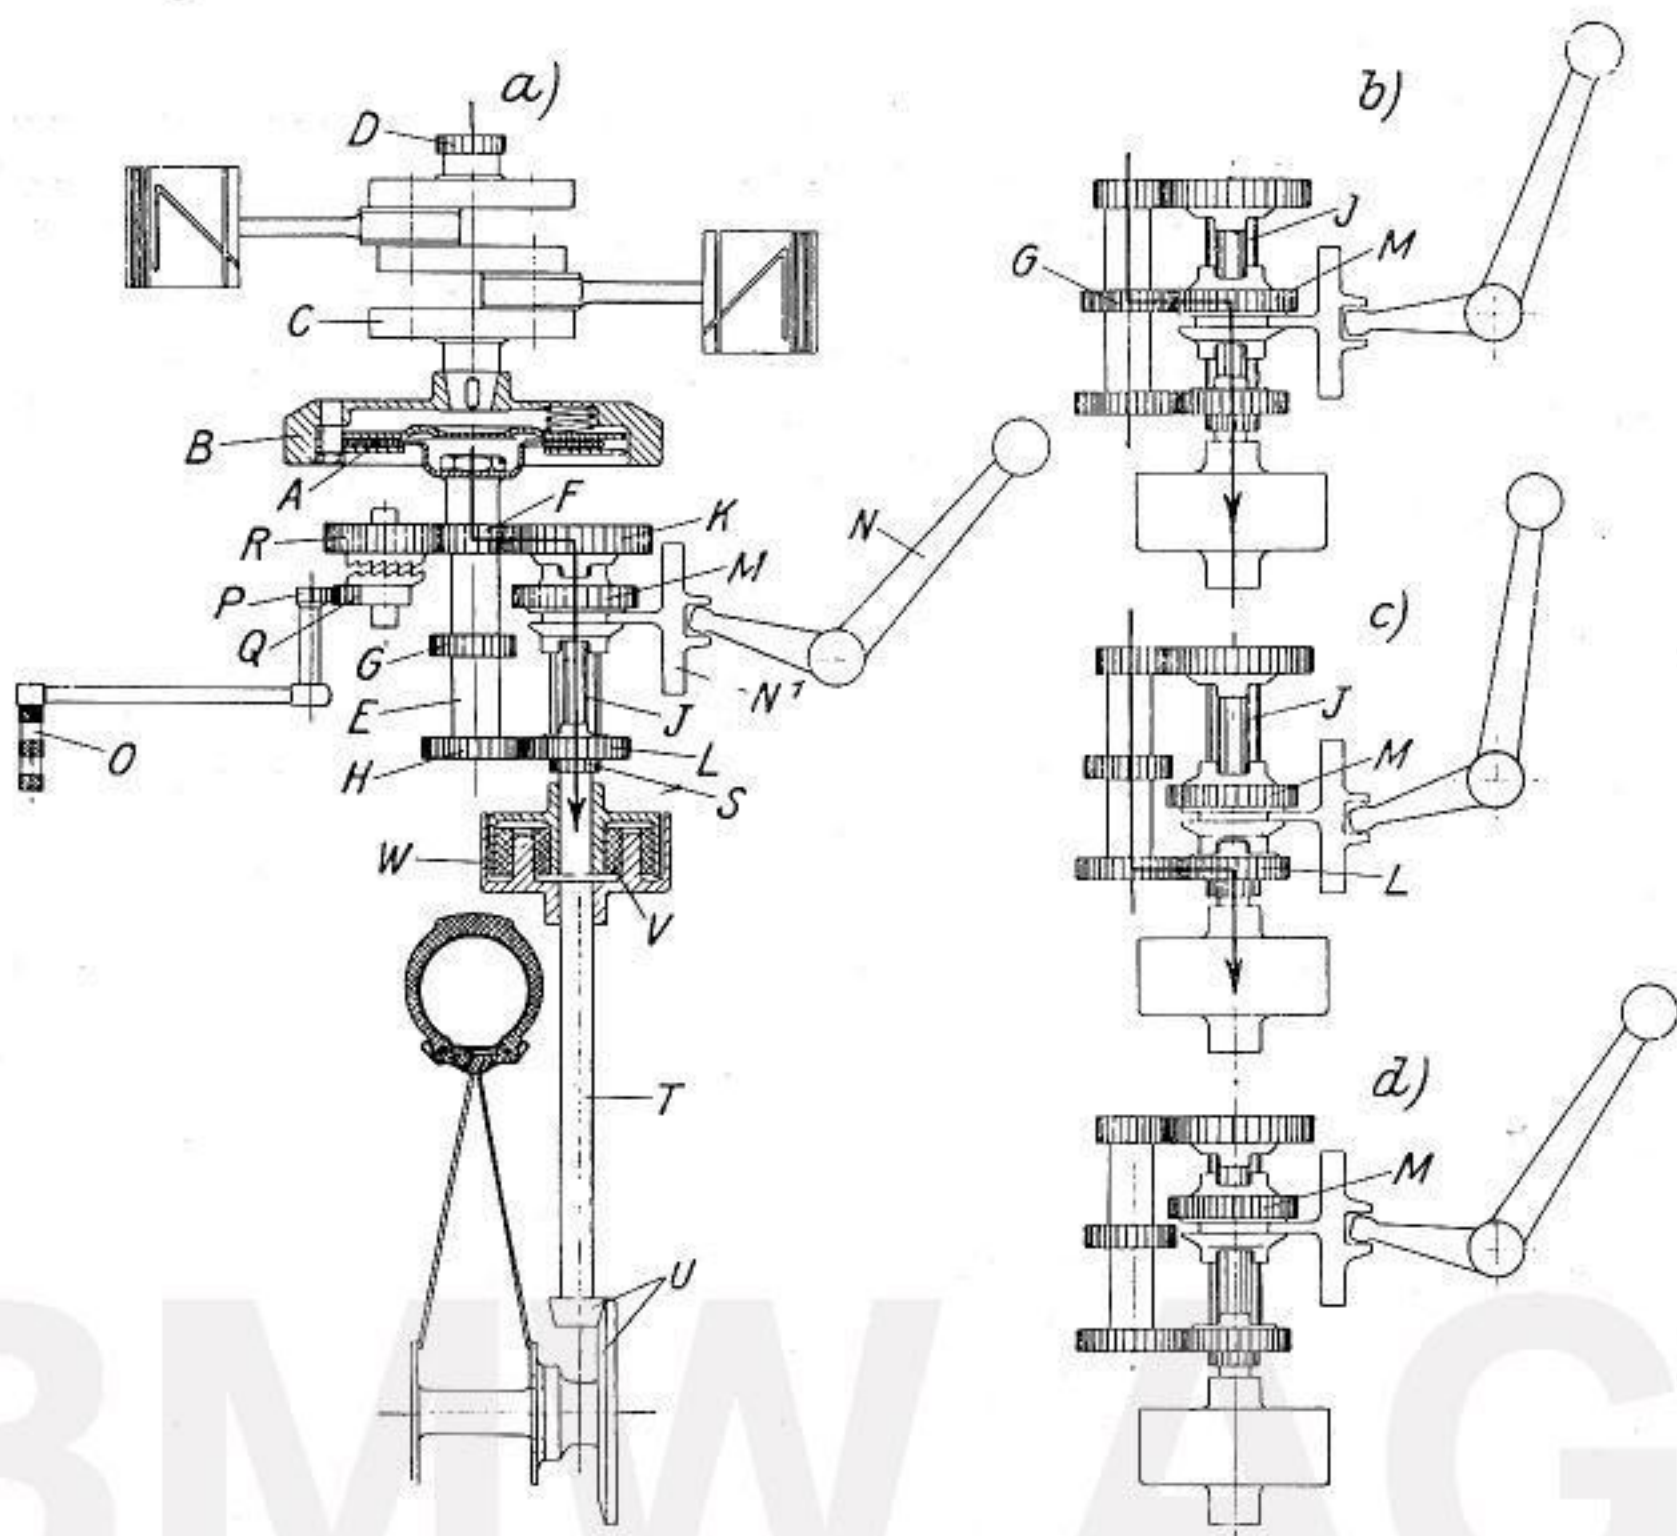

Abb. 11 Schematische Darstellung des Antriebes
11. Getriebe: Die vom Motor erzeugte Drehbewegung wird zunächst durch die Kupplung auf das Dreiganggetriebe übertragen, um von diesem unter entsprechender Herabsetzung der Geschwindigkeit an das Hinterrad abgegeben zu werden. In der Abbildung 11 ist die Wirkungsweise des BMW-Getriebes schematisch dargestellt. **A** bezeichnet die in das Schwungrad **B** eingebaute Kupplung und **C** die Kurbelwelle, auf der noch das Zahnrad **D** für den Antrieb der Steuerung sitzt. Der Antrieb des Getriebes erfolgt durch die sich bei eingekuppeltem Motor ständig drehende Hauptwelle **E** und deren festsitzende Zahnräder **F**, **G** und **H**. Parallel zur Hauptwelle läuft die Vorgelege- oder Keilwelle **J**, deren lose drehbare Räder **K** und **L** ständig mit den Rädern **F** bzw. **H** kämmen, sich aber infolge ihrer verschiedenen Größen mit verschiedener Geschwindigkeit drehen. Auf der Vorgelegewelle sitzt ferner ein in der Keilbahn verschiebbares und nur mit der Welle zusammen drehbares Zahnrad **M**, welches auf seinen beiden Seiten mit Kupplungsklauen versehen ist, die es je nach seiner Verschiebung durch den Schalthebel **N** nach vorn oder hinten mit den Kupplungsklauen der Zahnräder **K** und **L** in Eingriff bringen kann, so daß es von diesen sich durch die Hauptwelle **E** ständig drehenden Rädern mitgenommen wird und seinerseits die Welle **J** antreibt.
Beim Einschalten des ersten oder kleinen Ganges durch die von dem Schalthebel **N** bewegte Schaltgabel **N¹** (Abb. 11 a) werden die Klauen des Schaltrades **M** mit den Klauen des sich verhältnismäßig langsam drehenden Rades **K** in Eingriff gebracht, so daß sich die Übertragungs-
welle **J** mit niedriger Geschwindigkeit dreht. Beim zweiten oder mittleren Gang (Abb. 11 b) erfolgt der Eingriff durch die Zähne des Schaltrades **M** mit denen des Rades **G**, wodurch eine mittlere Geschwindigkeit auf die Vorgelegewelle **J** übertragen wird. Der dritte Gang ist der große Gang. Er wird durch Eingriff der Klauen des Schaltrades **M** mit den Klauen des sich schnell drehenden kleineren Zahnrades **L** (Abb. 11 c) erzielt, das dadurch der Welle **J** eine hohe Geschwindigkeit erteilt. Die Stellung des Leerlaufes zeigt die Abb. 11 d. Hier befindet sich das Schaltrad **M** in ungekuppelter Stellung zwischen dem 1. und 2. Gang. Der in den Abbildungen eingezeichnete starke Pfeil zeigt den Verlauf der Kraftübertragung in den einzelnen Geschwindigkeitsstufen an.